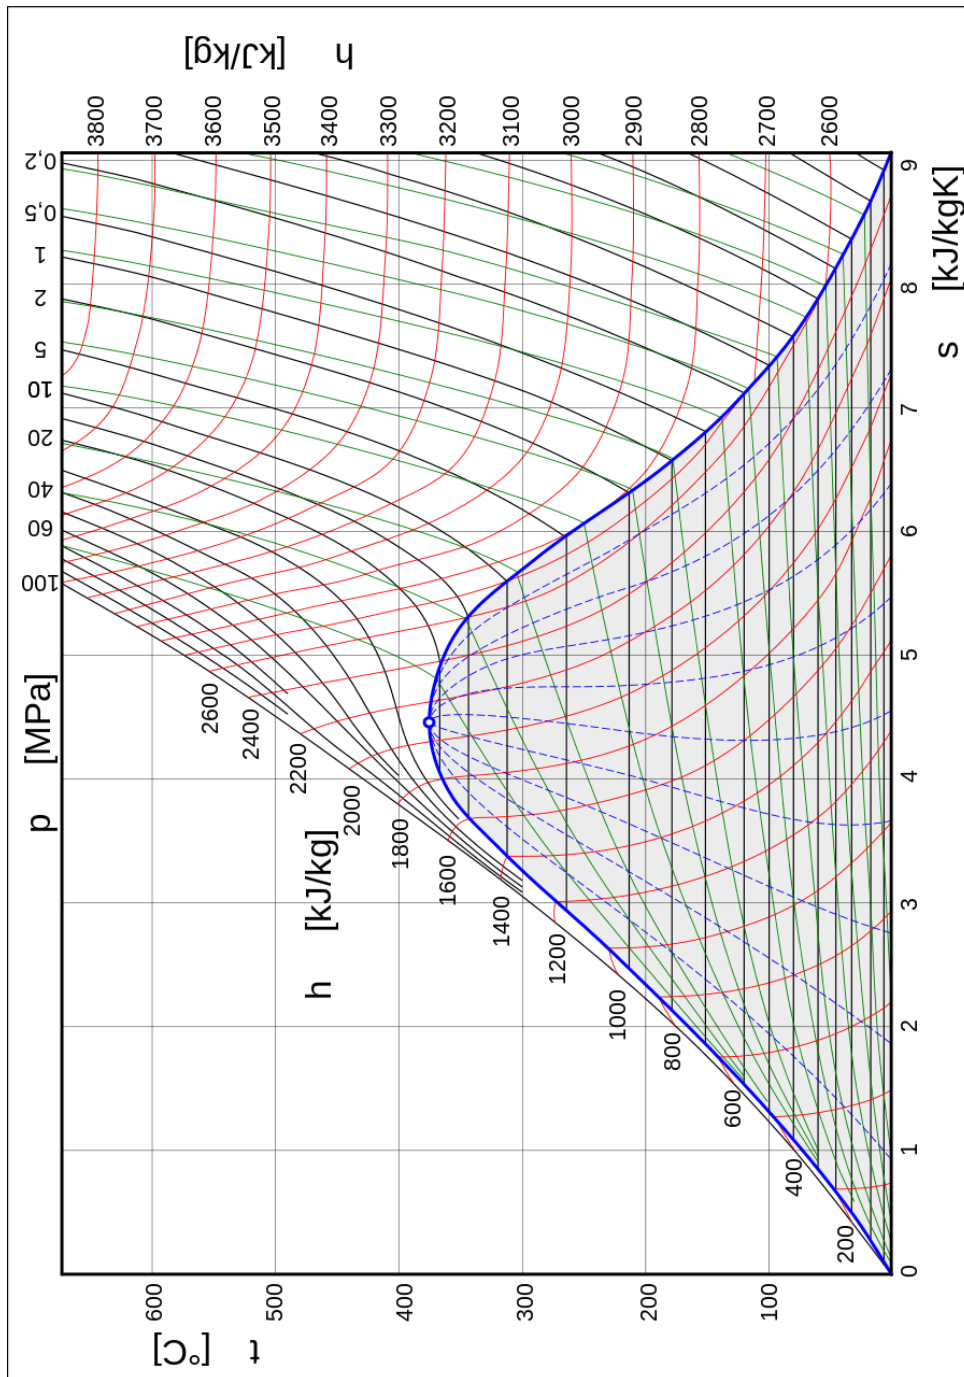

Figure 1: T-s diagramme
1. En utilisant le diagramme T-s de l'eau (Figure 1), laquelle de ces expressions est vraie pour un fluide à 400°C et 200 bar (20 MPa)?
2. En utilisant le diagramme T-s de l'eau (Figure 1), quelle quantité de chaleur spécifique doit être extraite du système afin de réduire la température de la vapeur de 500°C à 400°C, à pression constante de 200 bar (20 MPa)?